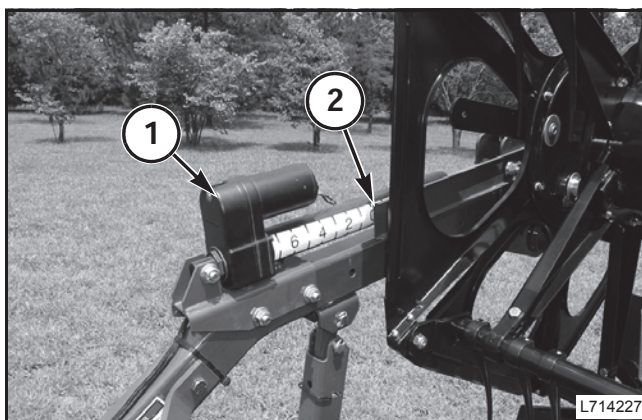

FIG. 17
FIG. 17: Una regla instalada en ambos actuadores (1) funciona como una guía visual para ajustar el molinete, de acuerdo con las condiciones de su plantación. Alinee las marcas con el borde trasero de los soportes del molinete (2).